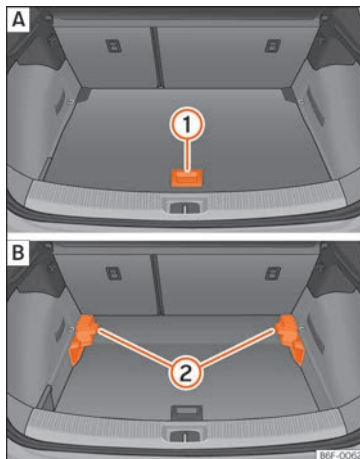

Fig. 127 Suelo variable del maletero: **A** posición alta; **B** posición baja.
- Para pasar de la posición baja a la alta, levante el piso por el asidero »» **fig. 127 1**, tire de él hacia atrás hasta que la parte delantera del piso rebase totalmente los soportes **2**.
- Para pasar de la posición alta a la baja, levante el piso por el asidero »» **fig. 127 1**, tire de él hacia atrás hasta que la parte delantera del piso rebase totalmente los soportes **2**.
- Con el suelo variable en posición alta, levántelo por el asidero » fig. 127 ①, tire de él y empuje hacia el respaldo de los asientos posteriores hasta que se doble por la línea de bisagra y la parte móvil del piso repose sobre el mismo.